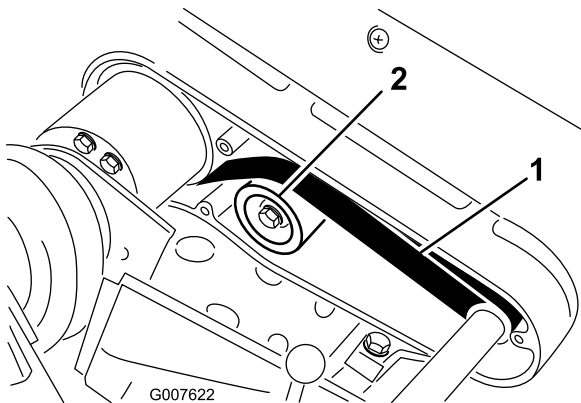

Figura 39
2. Compruebe la tensión presionando la correa en el punto intermedio entre las poleas (Figura 39) con una fuerza de 22–26 N. La correa debe desviarse 6 mm.
- A. Afloje la tuerca de montaje de la polea tensora y pivote la polea tensora en sentido horario contra la parte trasera de la correa, hasta obtener la tensión deseada (Figura 39).